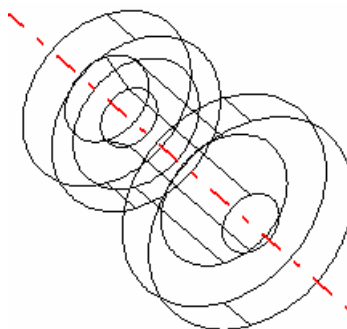

Рисунок 10 – Модель детали в каркасном представлении
- 1.4.8. Затем нажимаем пункт **ВЫПОЛНИТЬ**. Появляется фигура в каркасном изображении (рисунок 10).